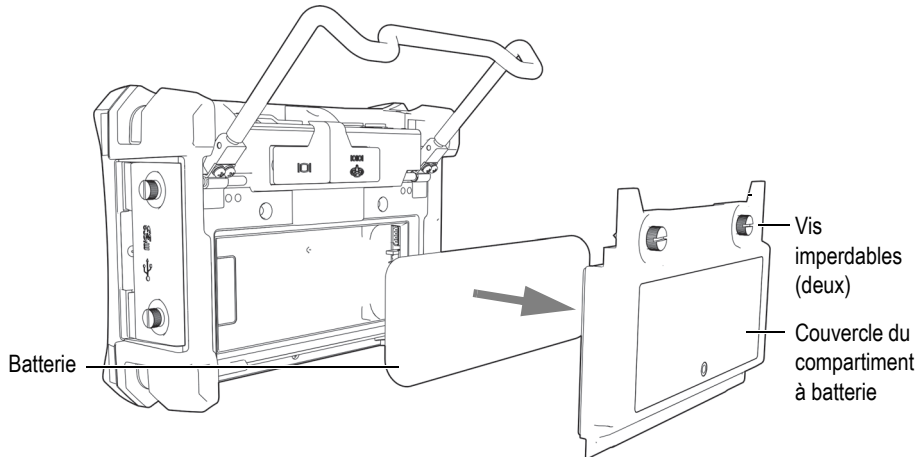

Figure 1-11 Retrait du couvercle du compartiment à batterie et de la batterie Li-ion
3. Retirez la batterie Li-ion (s'il y a lieu) [voir la Figure 1-11 à la page 37].